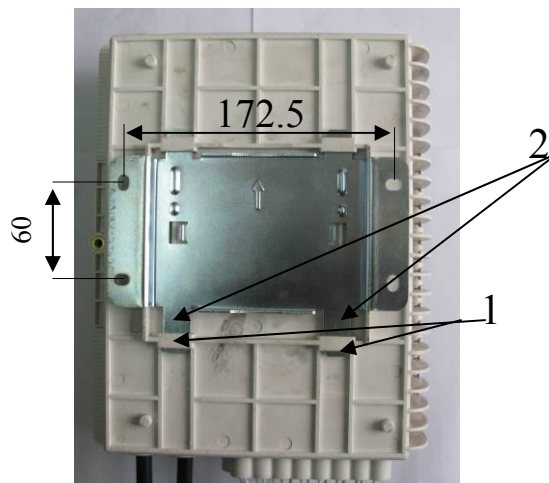

Figura 4
1. Siguiendo las indicaciones de la figura 4, practique 4 taladros para tornillos de expansión M8.
- . Inserte las lengüetas marcadas (2) en los salientes (1) de la caja.